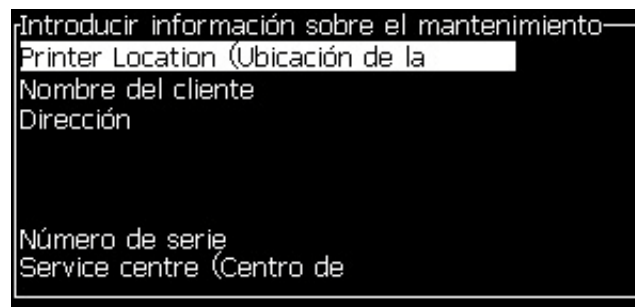

Figura 4-23: Cuadro de diálogo *Introducir información sobre el mantenimiento*
- 2 Seleccione la opción *Introducir información sobre el mantenimiento* y pulse la tecla *Intro*. Aparecerá el cuadro de diálogo *Introducir información sobre el mantenimiento* (consulte Figura 4-23).